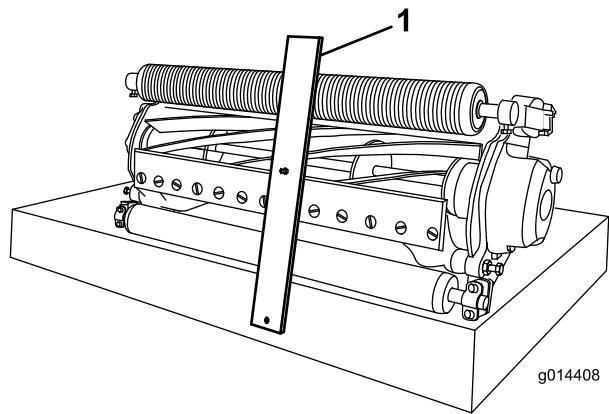

Рисунок 10
3. Зацепите головку болта за режущую кромку неподвижного ножа и прислоните задний конец планки к задней части валика (Рисунок 10).